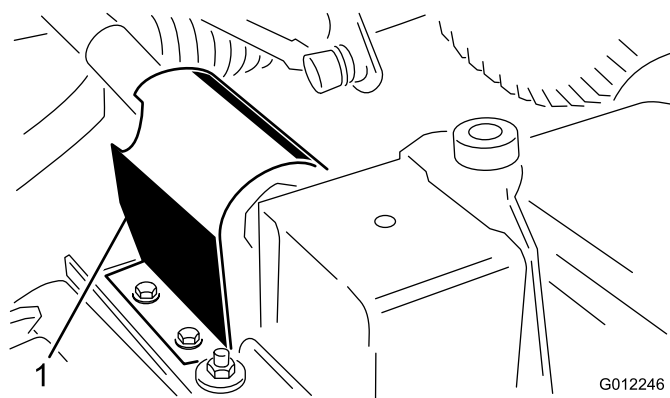

Figura 8
2. Retire os dois parafusos auto-roscantes que prendem a protecção da tomada de força à parte superior da placa de montagem da caixa de engrenagens e retire a protecção (Figura 8).